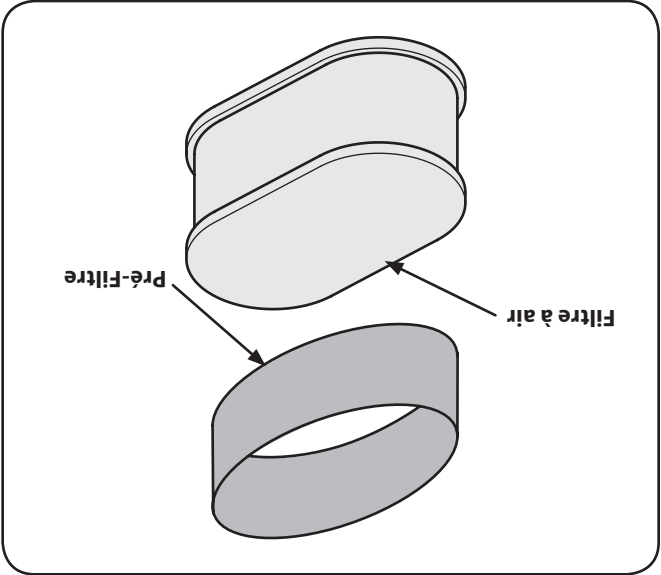

Figure 6-6
3. Enlevez le pré-filtre en mousse qui se trouve autour du filtre à air en papier. Voir la Figure 6-6. Remplacez la cartouche en papier si elle est sale ou endommagée. Nettoyez le pré-filtre en mousse ou remplacez-le s'il est endommagé.